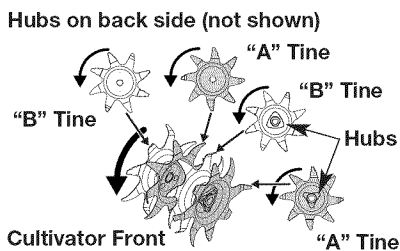

Fig. 11
- Saque las presillas del pasador de la horquilla y los pasadores de la horquilla (Fig. 11).